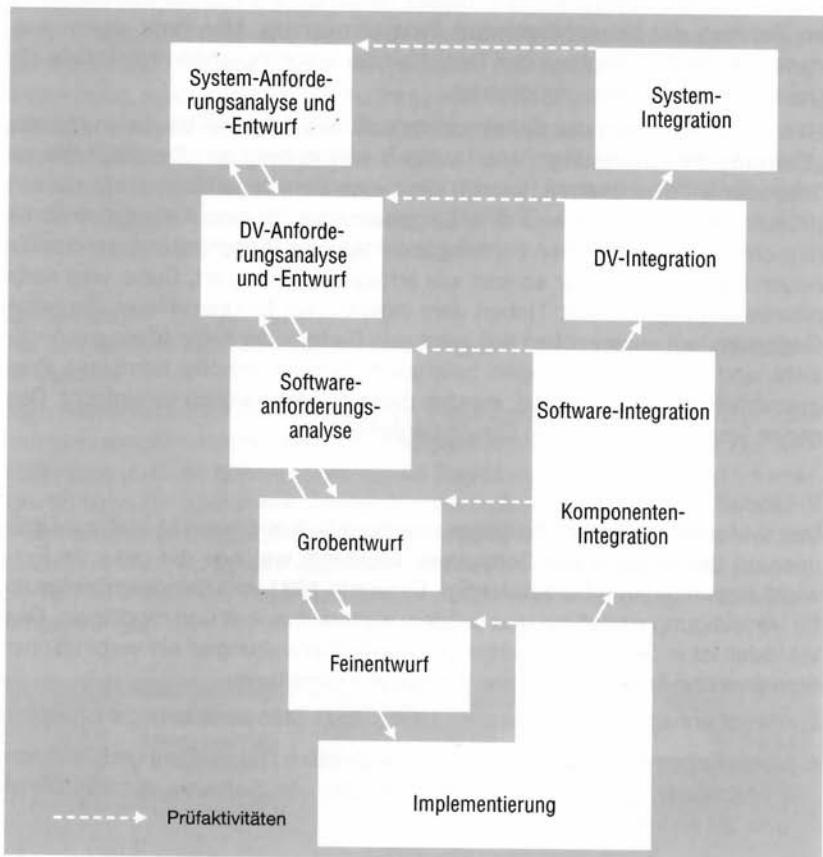

Abb. 7: Hauptaktivitäten-/dokumente (Submodell Softwareerstellung) im V-Modell¹
- **Softwareerstellung:** Alle Aktivitäten und Dokumente der Softwareentwicklung (Abb. 7)